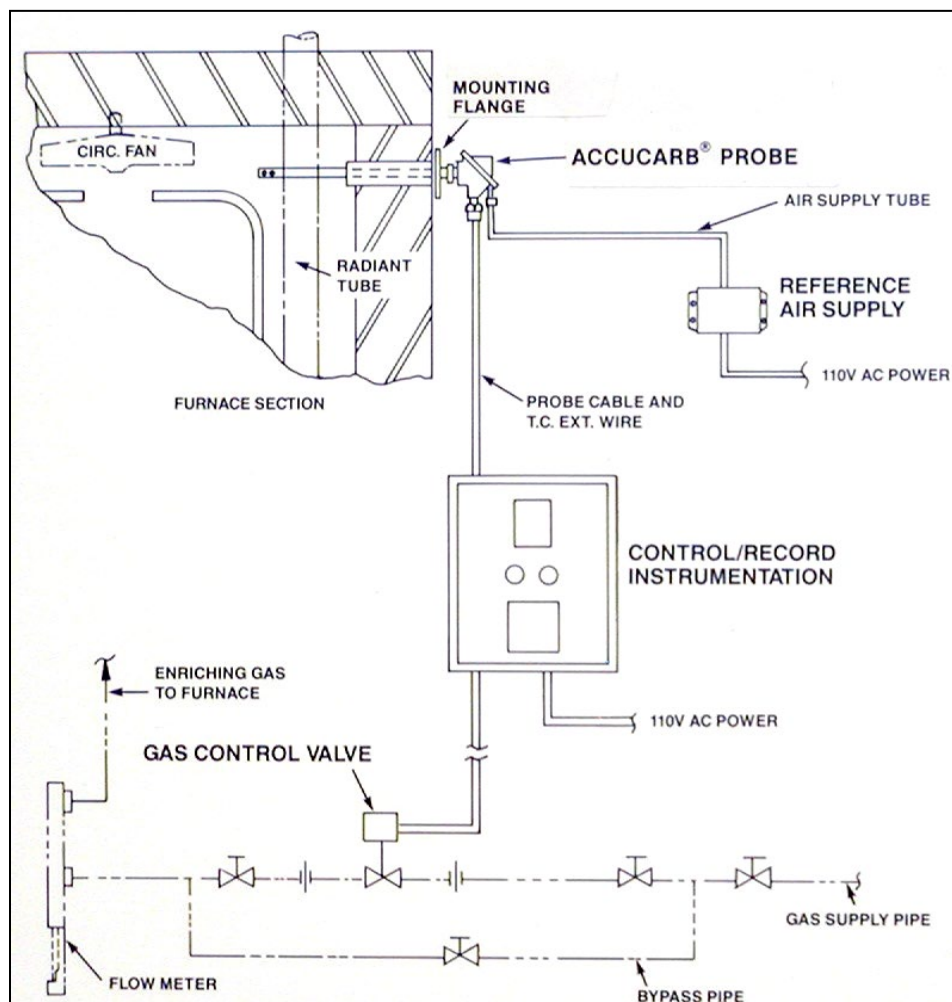

Abbildung 1 – Typisches Kohlenstoffkontrollsystem
Herzlichen Glückwunsch, Sie haben die neueste und technologisch fortschrittlichste Zirkonoxidsonde auf dem Markt erworben. Die von UPC-Marathon hergestellte NitroCarb-Sonde soll mit Kohlenstoffkontrollsystemen verwendet werden, um das Kohlenstoffpotential einer endothermen, Stickstoff/Methanol- und nitrocarburierenden Atmosphäre zu kontrollieren. Ein typisches Steuersystem, dargestellt in Abbildung 1, besteht aus drei Funktionsabschnitten: (1) NitroCarb-Kohlenstoffsonde, Ofenflansch und Referenzluftversorgung; (2) Kontroll- und Aufzeichnungsinstrumente; und (3) Anreicherungsgas-Steuerventil. Dieses Handbuch bezieht sich nur auf die Komponenten im Funktionsabschnitt 1, die in Abbildung 1 dargestellt sind